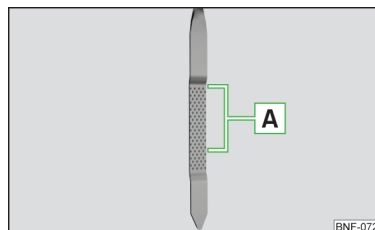

Fig. 109
Oliestanden kan ligge i området **A** » Fig. 109. Hvis oliestanden ligger under området **A**, skal du påfylde olie.
- Oliestanden må aldrig være uden for området **A** » Fig. 109 – risiko for beskadigelse af motoren og udstødningssystemet.